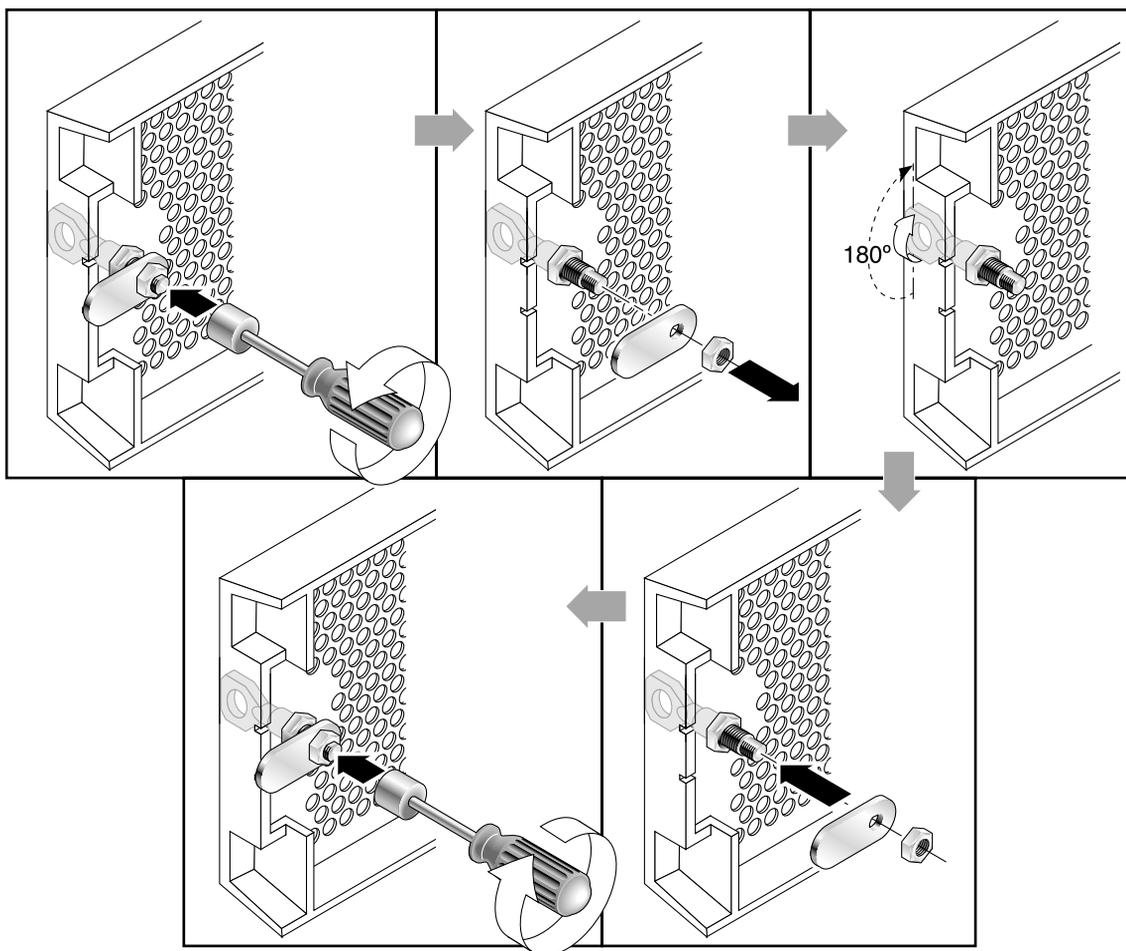

図 4-2 鍵を抜き取ることができないようにするためのステップ順序
3. 鍵が回らないように保持しながら、12 mm か 3/8 インチのナット ドライバを使用して、掛け金を固定しているナットを外します（図 4-2 の最初のパネルを参照）。
4. 掛け金を持ち上げて、ロック本体のネジ部から外します（図 4-2 の 2 番目のパネルを参照）。
6. 鍵を使用してロックを 180 度回転します (図 4-2 の 3 番目のパネルを参照)。
7. 掛け金を、外したときと同じ向きで元の位置に戻します (図 4-2 の 4 番目のパネルを参照)。
8. 鍵が回らないように保持しながら、ナット ドライバを使用して掛け金を固定するナットを締めます (図 4-2 の 5 番目のパネルを参照)。ネジ山をつぶさないように注意して締めてください。